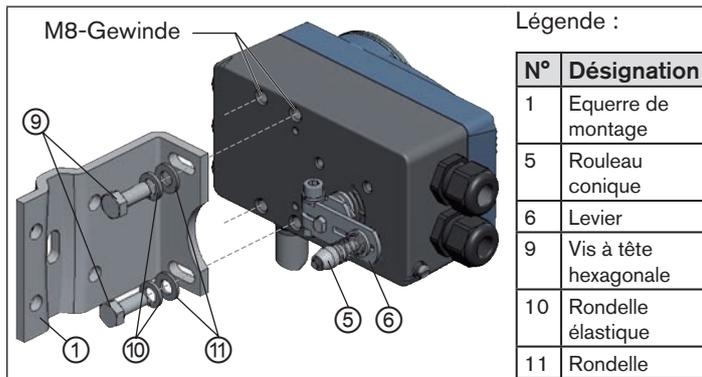

Fig. 8 : Fixer l'équerre de montage
→ Fixer l'équerre de montage ① avec les vis à tête hexagonale ⑧, la rondelle élastique ⑩ et les rondelles ⑪ au dos du type 8792/8793 (voir « Fig. 8 »).
Le rouleau conique ⑤ sur le levier ⑥ du capteur de déplacement doit pouvoir se déplacer librement (voir « Fig. 8 ») tout le long de la course sur l'actionneur. Avec une course de 50 %, la position du levier doit être approximativement horizontale (voir « 11.2.3 Aligner le mécanisme du levier »).